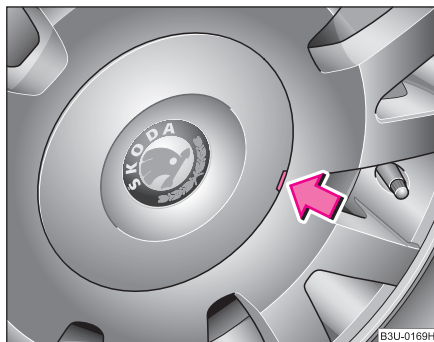

Fig. 188 Înlocuirea roții: Desprinderea ornamentelor
- Mișcați cu atenție ornamentul cu ajutorul cârligului ⇒ fig. 188. ■